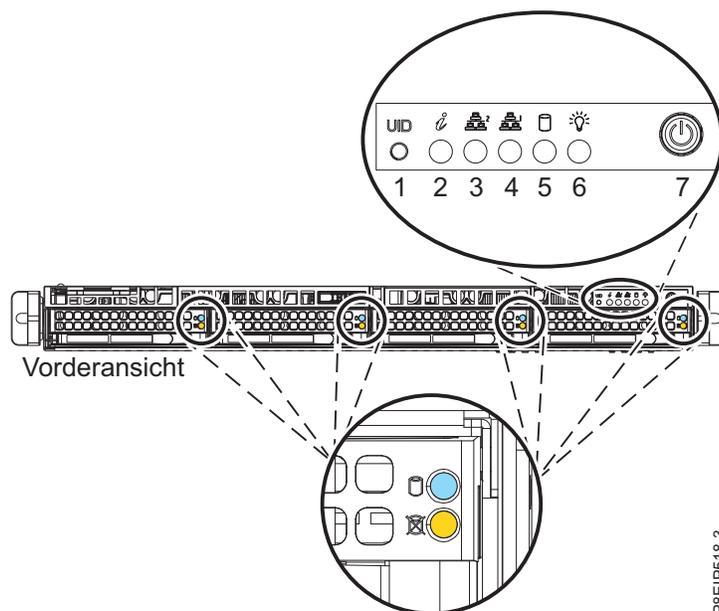
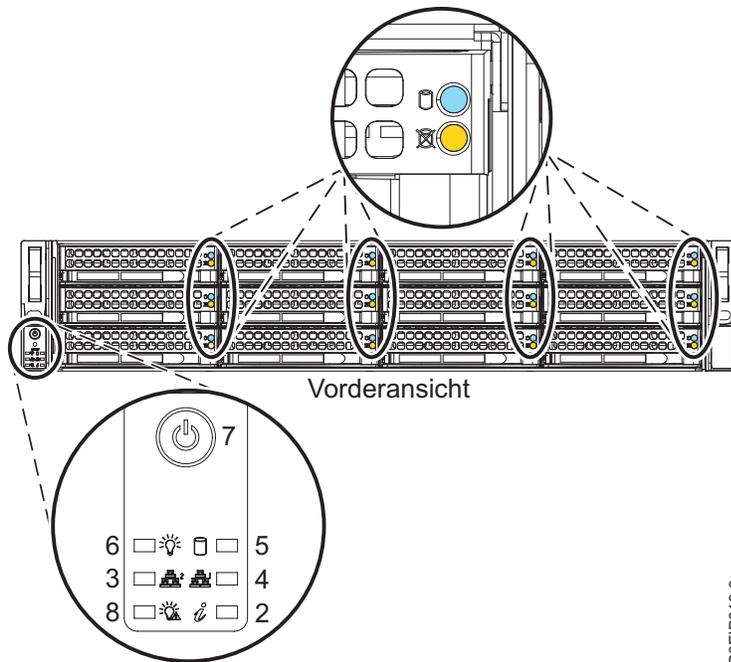

Abbildung 78. Netzschalter beim System vom Typ 8001-12C
Abbildung 79. Netzschalter beim System vom Typ 8001-22C
2. Drücken Sie den Netzschalter (7) (siehe Abb. 78 oder Abb. 79 auf Seite 81). Sie müssen den Schalter 0,5 bis 3 Sekunden lang gedrückt halten.